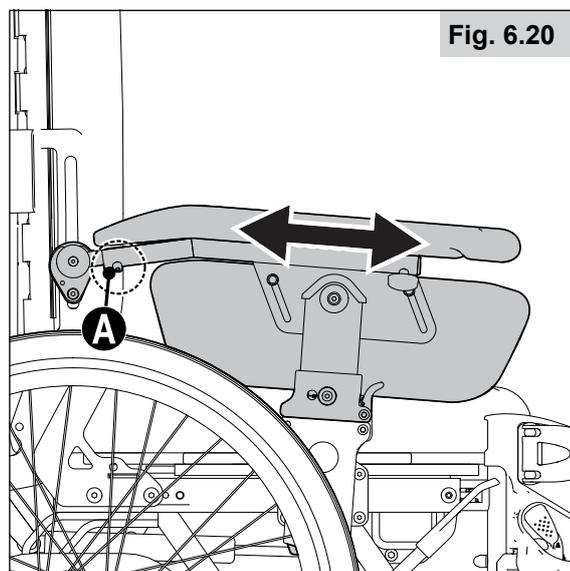

Fig. 6.20
6.19 Ajuste de la profundidad del reposabrazos (Fig. 6.20)